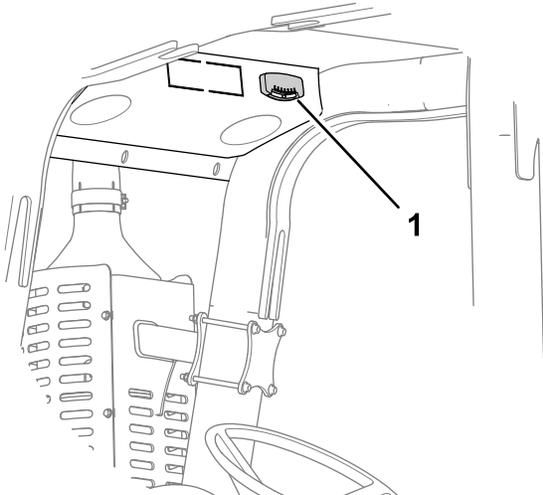

Figure 47
**Remarque:** Utilisez l'inclinomètre (Figure 47) pour déterminer le degré d'inclinaison pendant le fonctionnement de la machine.